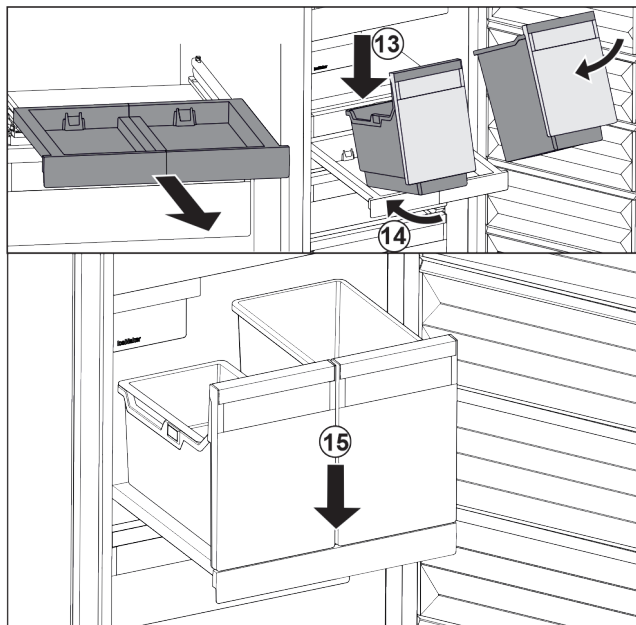

Fig. 106
- Sätt på behållaren i vinkel på utdragshyllan. Fig. 106 (13)
- Skjut in behållaren i vinkel så långt det går. Fig. 106 (14)
- Sätt ned behållaren framtill. Fig. 106 (15)